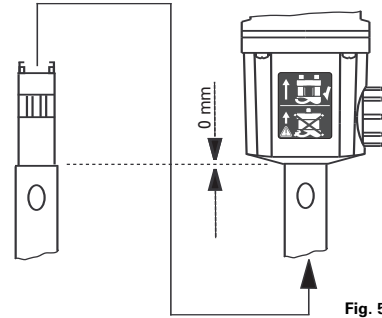

Fig. 5
- Stecken Sie das Dispergierwerkzeug (Pos. 9) von unten bis zum Anschlag in die Antriebseinheit. Beachten Sie die richtige Einsteckrichtung (von vorne auf Dispergierantrieb und -werkzeug gesehen müssen die überstehenden Lappen seitlich angeordnet sein, siehe Piktogramm). Nach einem kleinen Widerstand klickt der Schaft hörbar ein. Das Dispergierwerkzeug ist richtig montiert, wenn die Ansatzkante des Dispergierwerkzeuges mit der Unterkante der Antriebseinheit fluchtet (siehe Fig. 5).